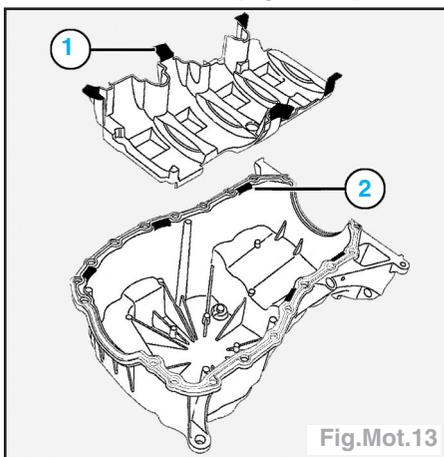

Fig.Mot.13
- Reposer le déflecteur d'huile en veillant à engager correctement ses languettes (1) dans les encoches (2) du carter inférieur (Fig.Mot.13).